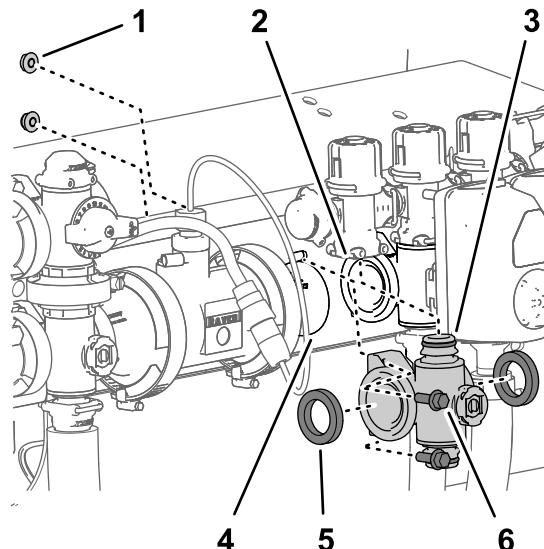
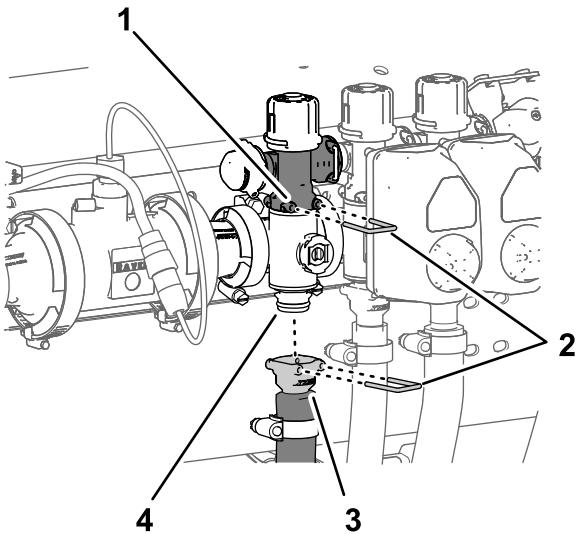

Рисунок 122
Рисунок 123
1. Совместите 2 прокладки, снятые при выполнении действий, описанных в разделе Демонтаж коллекторного клапана секции \(страница 96\), с фланцами коллектора клапана секции (Рисунок 122).
2. Совместите фланец коллектора клапана секции с фланцами другого клапана секции (клапанов секций) и/или переходного соединителя (Рисунок 122).
3. Вставьте быстроразъемный штуцер коллектора клапана секции в быстроразъемное гнездо перепускного клапана секции и зафиксируйте с помощью штифта быстроразъемного соединения (Рисунок 122 и Рисунок 123).
опору клапана (Рисунок 122) с помощью 2 болтов с фланцем (1/4 x 3/4 дюйма) и 2 фланцевых контргаек (1/4 дюйма), снятых при выполнении действий, описанных в разделе Демонтаж коллекторного клапана секции \(страница 96\).
8. Установите быстроразъемный соединитель шланга секции на быстроразъемный штуцер коллектора клапана секции и зафиксируйте при помощи штифта быстроразъемного соединения (Рисунок 123).